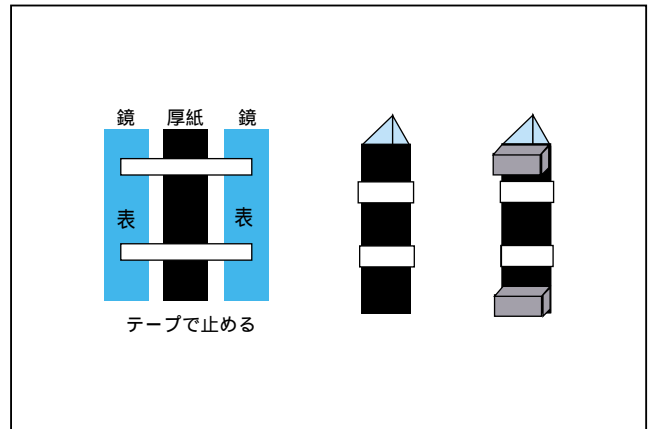

図 2
- (2) 鏡と厚紙で三角筒を作り、スポンジを2ヶ所に付ける（図2）。